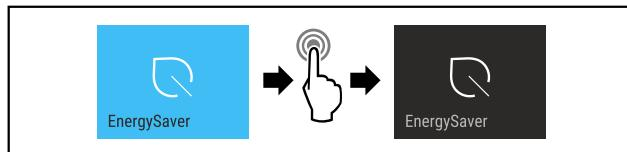

Fig. 17
- Provedte akční kroky (viz Fig. 17).